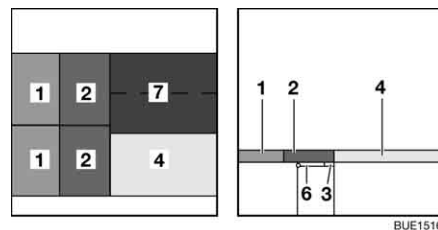

Fig. 140 Después de la transformación
- Colocar los cojines de asiento (Fig. 140,2) sobre las tapas de baúl-banco abiertas.
- Desplegar el cojín adicional (Fig. 140,7) y colocarlo en la mesa, delante del cojín del asiento (Fig. 140,4).